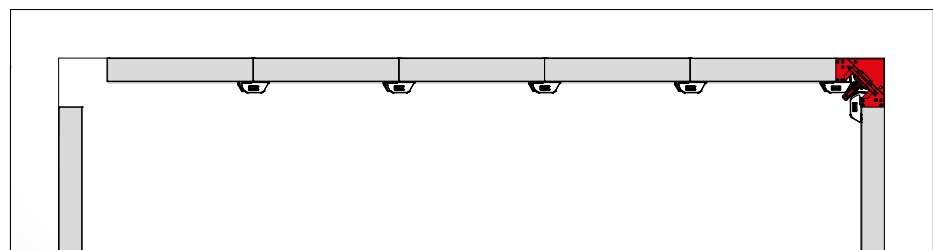

Abb. 51.3
3. ST-Ausschalecke nach oben weg ziehen und Elemente ausschalen (Abb. 51.3).